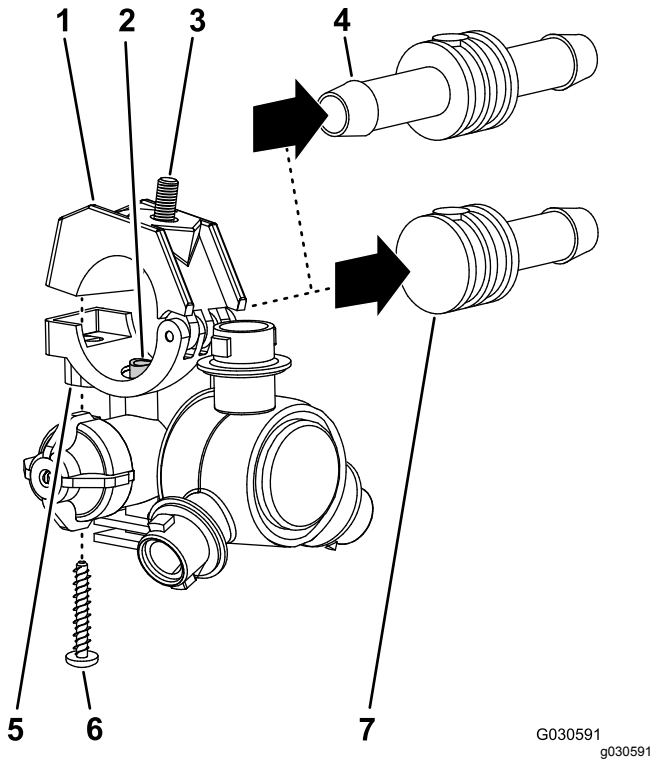

图 50
2. 取下将夹具上半部分和双或单宝塔软管柄固定到喷嘴主体的不锈钢螺丝#12 x 1 1/4 英寸然后将宝塔软管柄和软管与喷嘴分开图 50。